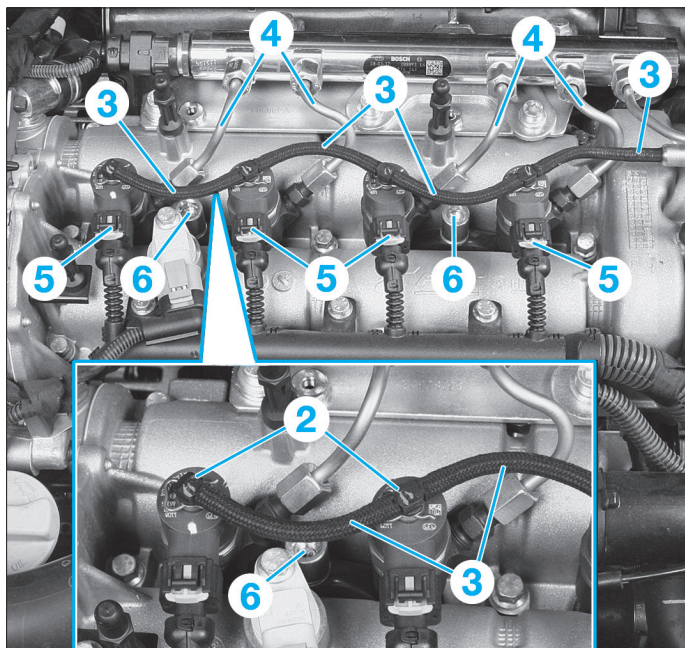

FIG. 33
- les agrafes (2) des tuyaux de retour de fuite (Fig.33).
- Débrancher les durits de retour de fuite (3).
- Déposer les conduites haute pression rampe/injecteurs (4).
- Débrancher les connecteurs (5) des injecteurs.
- Déposer l'écrou (6) fixant la bride des injecteurs.